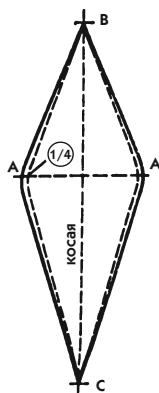

Рис. 691
**22. Закругление ластовицы** у точек А (рис. 691).
- Сделайте небольшое закругление углов и соедините их прямыми линиями с точками В и С (рис. 691).